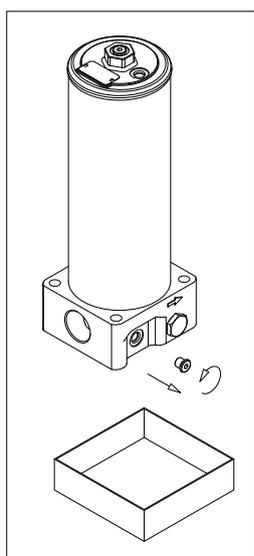

fig. 14
- (Fig. 14) Svitare uno dei due tappi drenaggio predisponendo un recipiente per la raccolta del fluido di lavoro